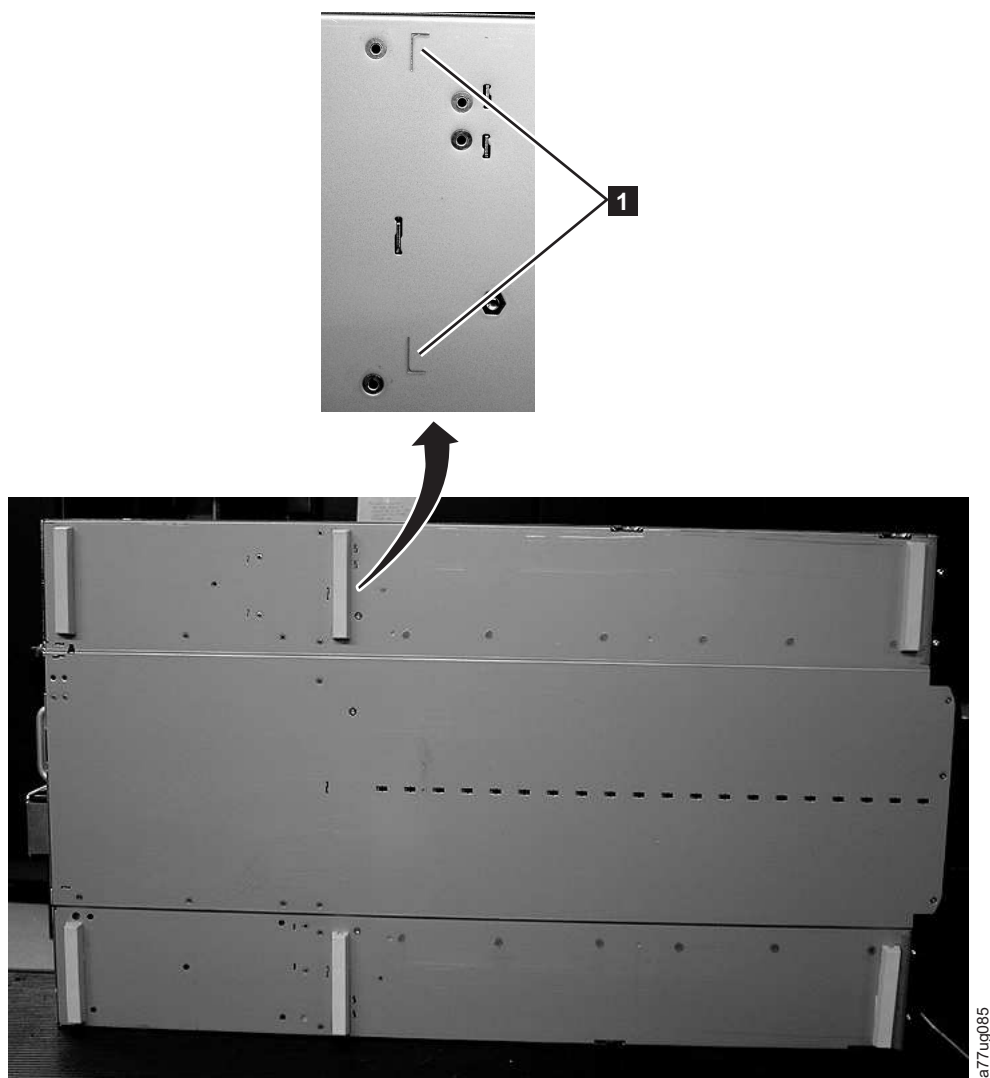

图 148. 安装在磁带库机柜底部的脚垫
- 3) 如图 148 所示，将六个脚垫分别按入六个区域（**1**）中，从而将这些脚垫安装在磁带库机柜的底部。